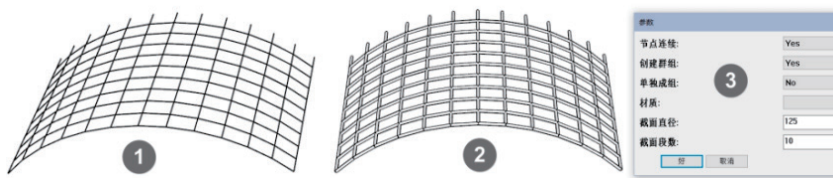

图 2.3.17 线转圆柱实例
全选图 2.3.17 ①的所有网格线框，再单击“线转圆柱”工具，接着在图 2.3.17 ③的弹出面板中进行设置，注意“圆的段数”可以设置到 12、8 或 6，以减少模型的线面数量。